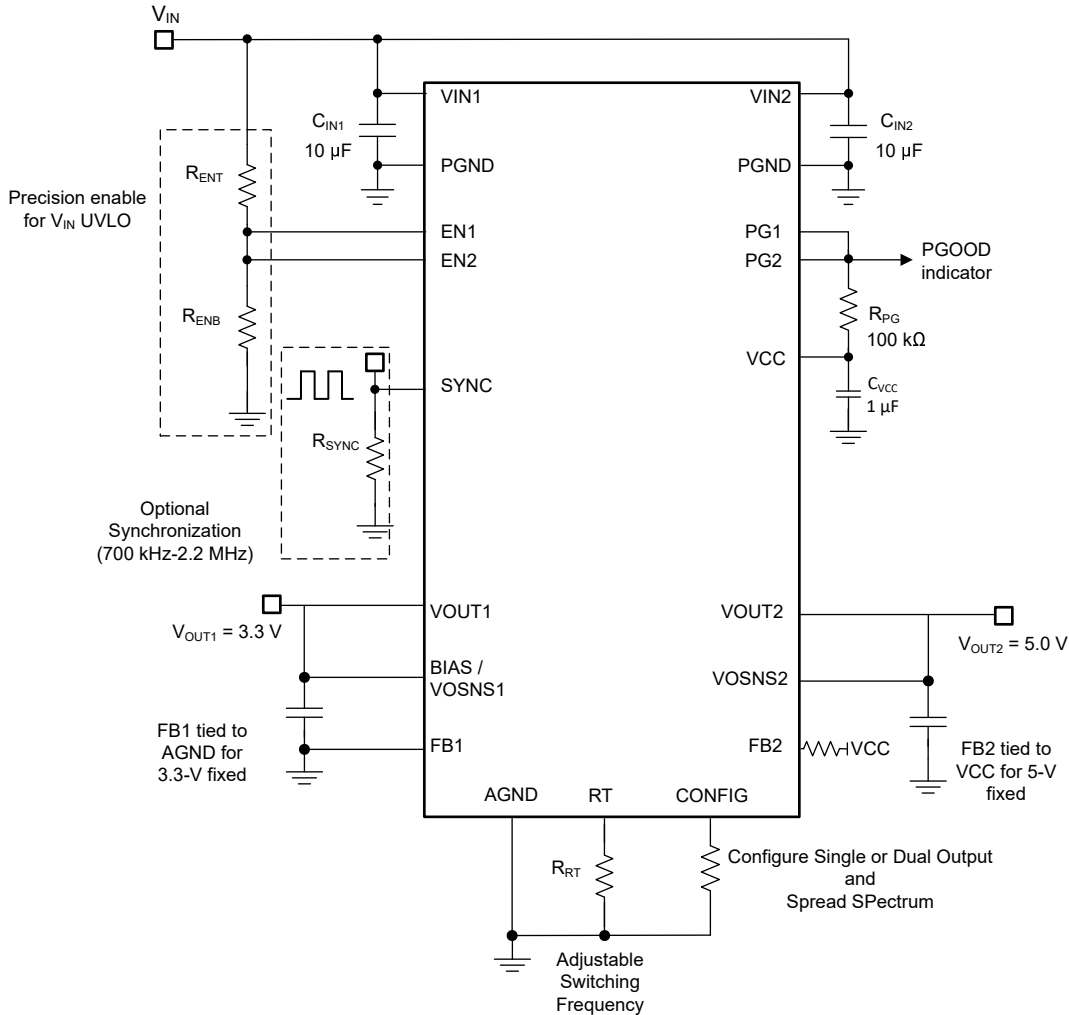

図 7-1. 入力電圧動作範囲が 3V ~ 36V の場合の TPSM64406 の回路図
TPSM64406 モジュールは、3V~36V の定常状態入力電圧範囲に対応しており、標準的な 12V、24V、28V の入力電源レールからの降圧変換を目的としています。図 7-1 の回路図に、単一の入力電源を使用して TPSM64406 ベースの降圧レギュレータを実装するために必要なすべての部品を示します。
7.3.6 可変出力電圧 (FB)
TPSM64406 の可変出力電圧範囲は、0.8V から最大 16V まで、またはわずかに V_{IN} 未満、のどちらか小さい方になります。出力電圧を設定するには、図 7-1 の R_{FBT} および R_{FBB} として指定された 2 つの帰還抵抗が必要です。フィードバック (FB) ピンの基準電圧は 0.8V に設定され、 $\pm 1\%$ の接合部温度範囲にわたってフィードバックシステムの精度が得られます。デバイスの接合部温度範囲は $-40^{\circ}\text{C} \sim 125^{\circ}\text{C}$ です。